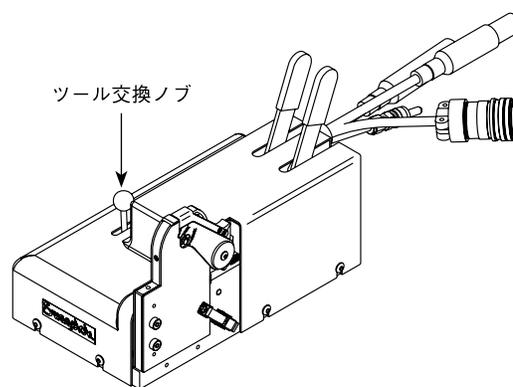

図 59：ツール交換ノブを再度取り付ける
22. ツール交換ノブを再度取り付けます。図 59 をご参照ください。